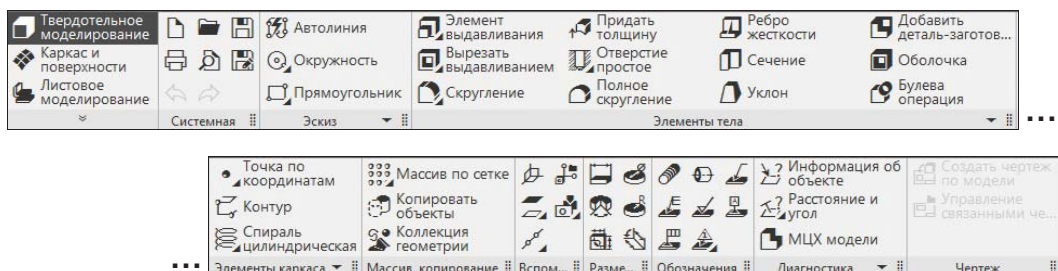

Рис. 18.9. Инструментальная область в режиме Деталь
Ниже **Строки Главного меню** располагается **Инструментальная область** (рис. 18.9), которая состоит из **Списка наборов инструментальных панелей**, панели **Системная** и списка текущего набора **Инструментальных панелей**.
- ◆ Панель **Твердотельное моделирование** (см. рис. 18.9) — по умолчанию она выделена и состоит из набора следующих панелей инструментов: